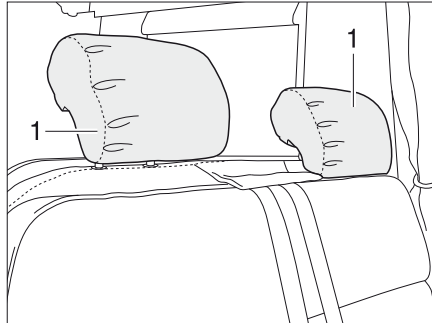

Bild 21 Nackstöd sittbänk (Variant 1)
*Variant 1* ■ Drag upp eller tryck ned nackstödet (Bild 21,1) för hand.